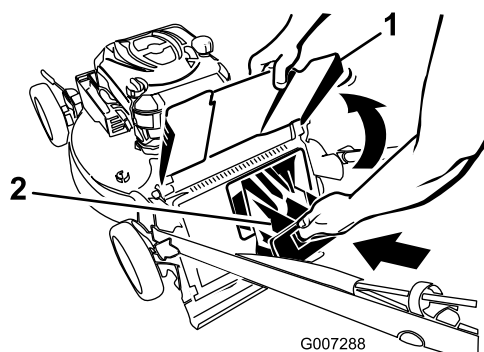

Bild 30
4. Setzen Sie die Heckauswurfklappe ein (Bild 30).